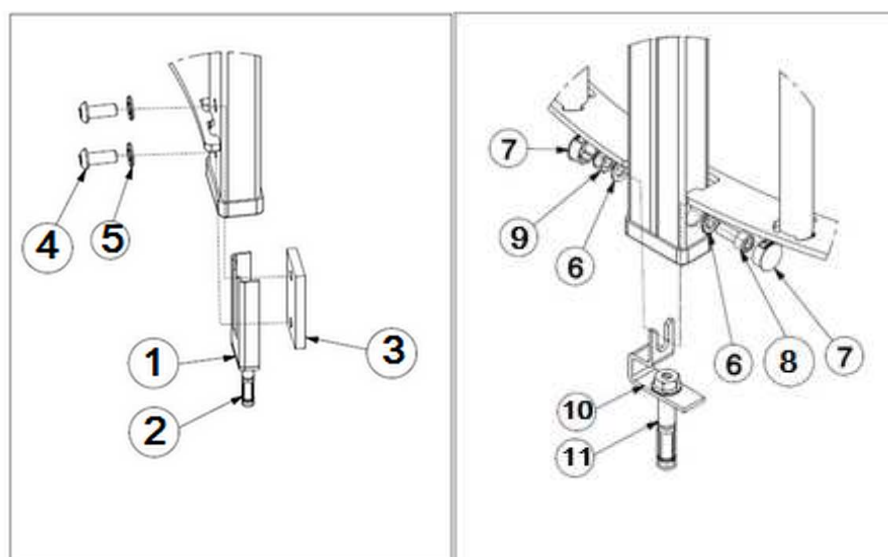

Рис. 8. Крепление неподвижной панели ограждения
4.2.9. Закрепите неподвижную панель ограждения турникета, используя скобы 1 и 10, болты анкеров 2 и 11 М12 (рис. 8), закрутив их в соответствующие анкера, используя ключ 19 мм.